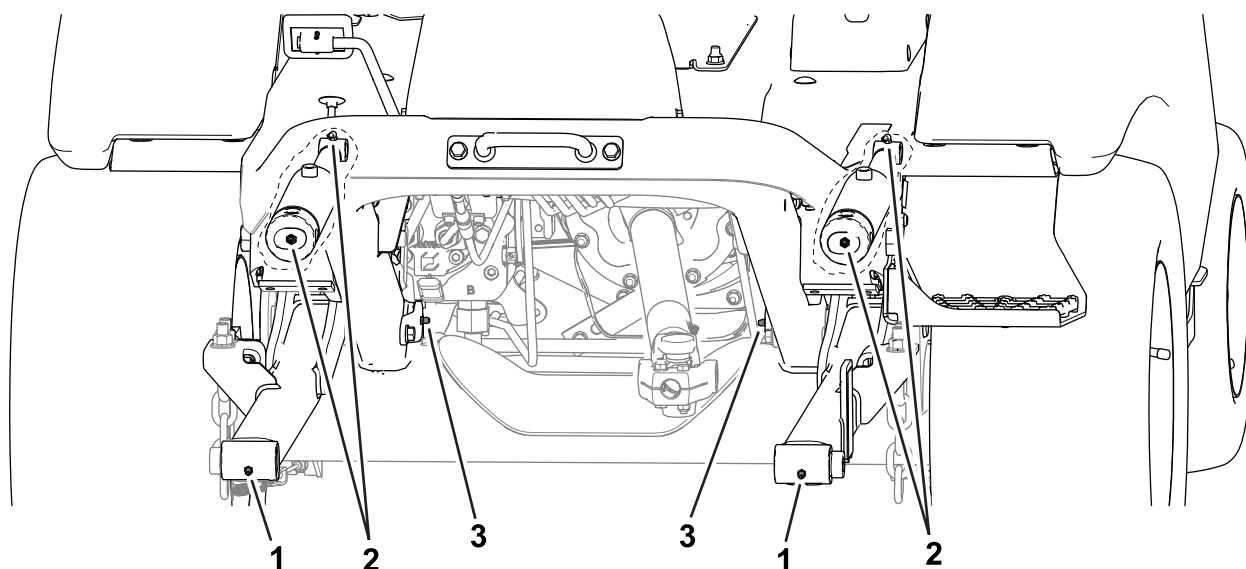

Figura 50
- **Faa mainii (Figura 50):**
- Butuci cu pivot dispozitiv de ataare (2)
- Buce cilindru de ridicare (2)
- tifturi de pivotare ale braului de ridicare (2)